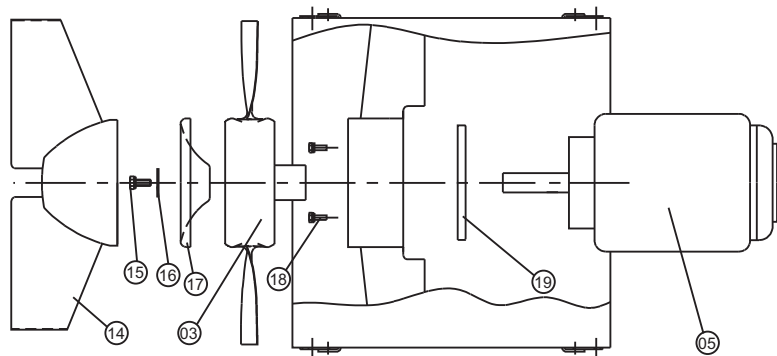

Abb. 3. Demontage und Montage des Motors
AUC: Die Nabekappe abnehmen, Abb. 3, Pos. 17.
- 5 Die Mittelschraube des Laufrades Abb. 3, Pos. 15 abschrauben.
- 6 Die Mittelscheibe Abb. 3, Pos. 16 und für AUC den Nabendeckel Pos.17 demontieren.
- 8 4 Stück Satzschrauben Abb. 3, Pos. 18 losmachen.
- 9 Motor Abb. 3, Pos. 05 und Motorflansch Pos. 19 demontieren. Vor der Demontage die Position des Motors beachten.
- 1 Nach Fertigstellung der Wartungsarbeiten den Motor Abb. 3, Pos. 05 wieder einbauen. Darauf achten, daß der Motorflansch Pos. 19 korrekt angebracht ist und die Motorwelle im Ventilatorgehäuse konzentrisch angeordnet ist, bevor die Satzschrauben Abb. 3, Pos. 18 angezogen werden.
- 3 Die Mittelschraube Abb. 3, Pos. 15, die Mittelscheibe Pos. 16 und für AUC den Nabendeckel Pos. 17 wieder anbringen.
- 4 Typ ARC: Den Leitapparat Abb. 3, Pos. 14 montieren.